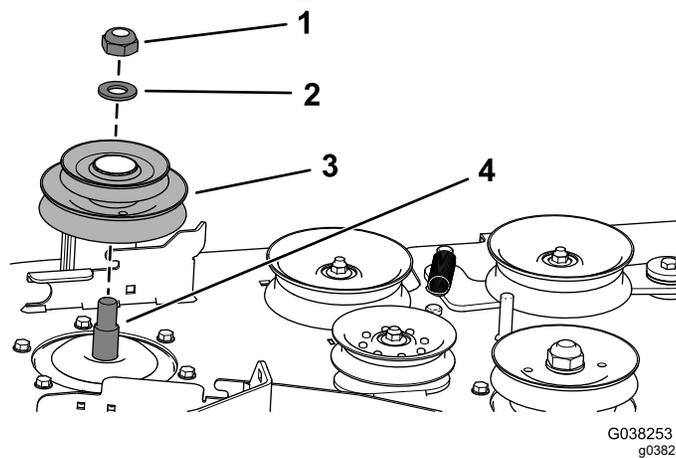

Figure 30
- A. Utilisez le contre-écrou (3/4") et la rondelle pour fixer la double poulie neuve à l'axe de pivot droit (Figure 30).